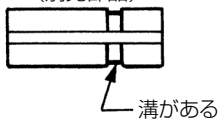

図 5
- 図 5 に示すように、溝のある方が 12 × 6.35 mm チャックスリーブです。12 × 6.35 mm チャックスリーブには軸径 6 mm のビットを使用しないでください。